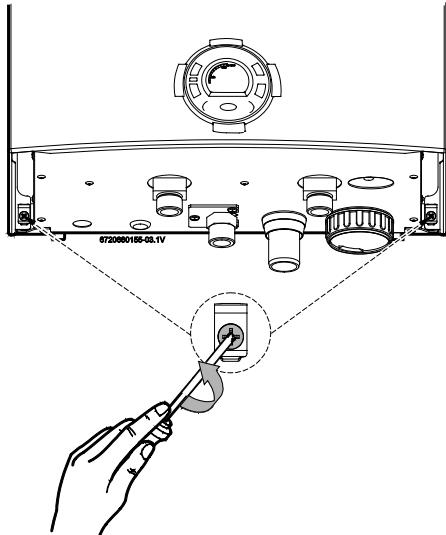

Fig. 78
- Verwijder de mantel van de geiser, zie fig. 78 en 79. ► Enlever le panneau frontal de l'appareil, voir fig. 78 et 79.